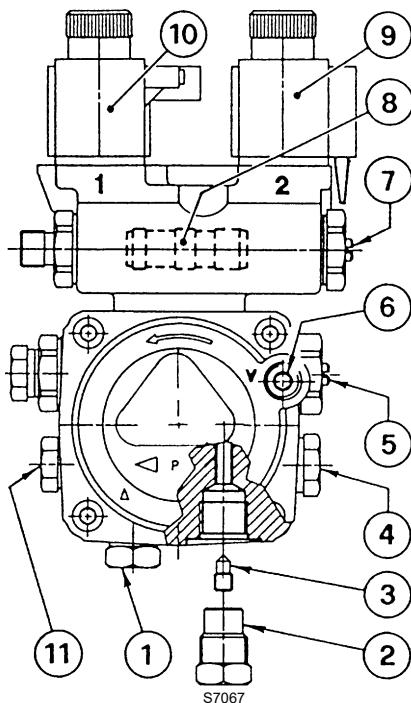

Fig. 16
- Si es necesario, volver a calibrar dicha presión o, si se prefiere cambiarla, utilizar el tornillo 5)(Fig. 16). El manómetro para controlar la presión se monta en lugar del tapón (4)(Fig. 16).